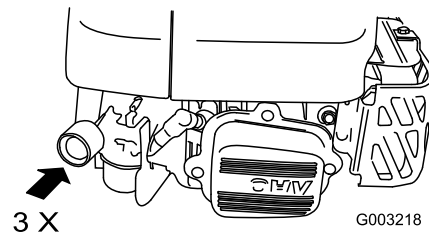

Figura 18
1. Con il pollice, spingete tre volte lo starter con forza, lasciandolo inserito ogni volta per un secondo prima di rilasciarlo (Figura 18).